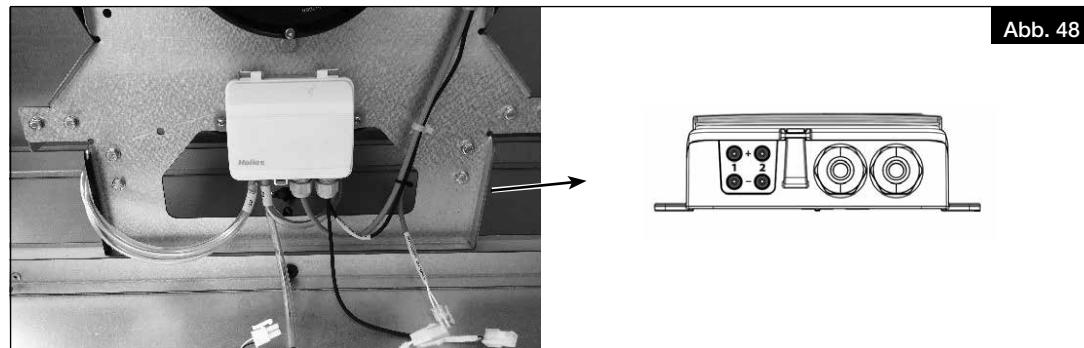

Abb. 48
2. Den Druckschlauch (P2-) vom Druckwächter entfernen (s. Abb. 48).